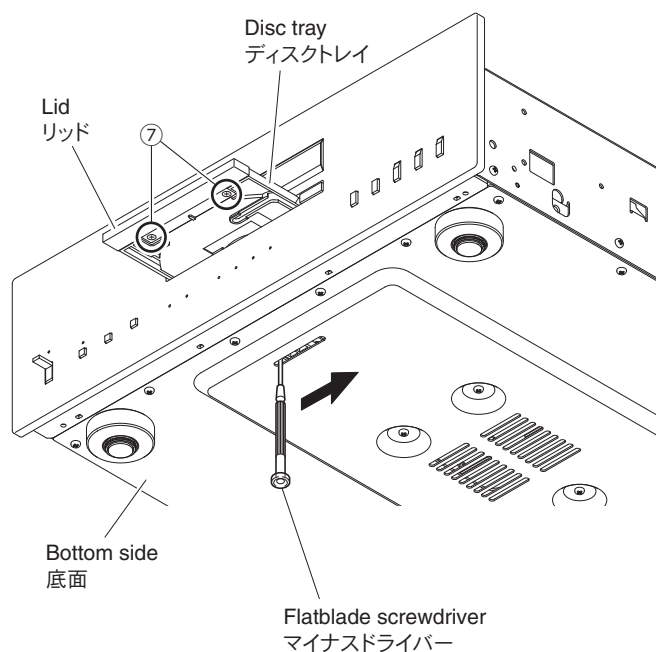

Fig. 2
- Using a flatblade screwdriver, move the slider at the bottom in the direction of the arrow shown below. (Fig. 2)
- Remove 2 screws (⑦) and then remove the lid. (Fig. 2)
- マイナスドライバーで底面のスライダーを下図の矢印の方向に動かします。(Fig. 2)
- ⑦ のネジ 2 本を外し、リッドを外します。(Fig. 2)